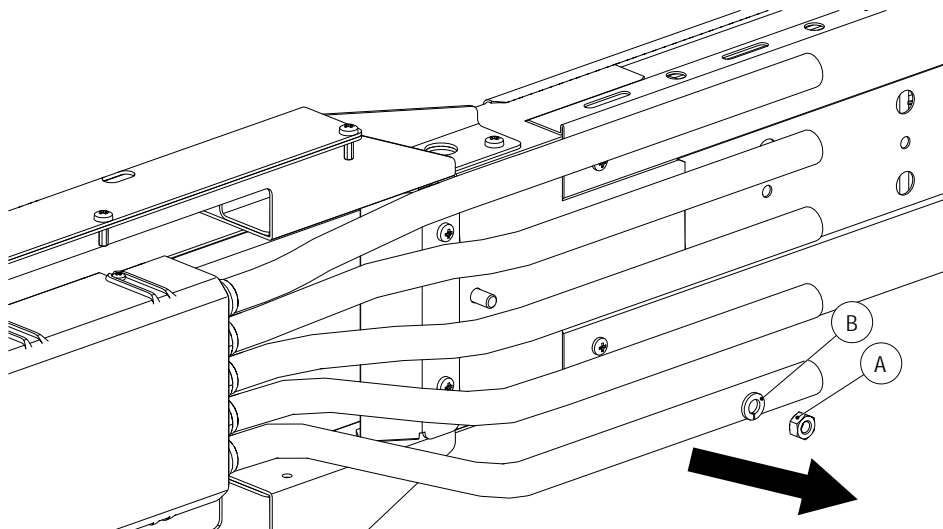

Abb. 72: Hintere Sechskantmutter M6 (A) des Fixpunktes lösen
2. Die hintere Sechskantmutter des Fixpunktes (A) mit einem Gabelschlüssel SW 10 lösen. Den Federring (B) und die Sechskantmutter (A) abnehmen und für die spätere Montage des Zugentlastungsblech gut aufheben (siehe Abb. 72).